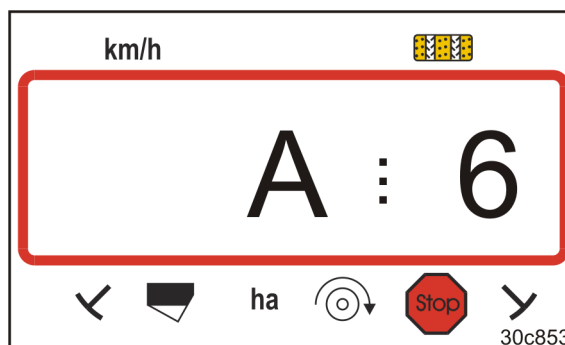

Fig. 32
- se muestra la indicación (Fig. 32)